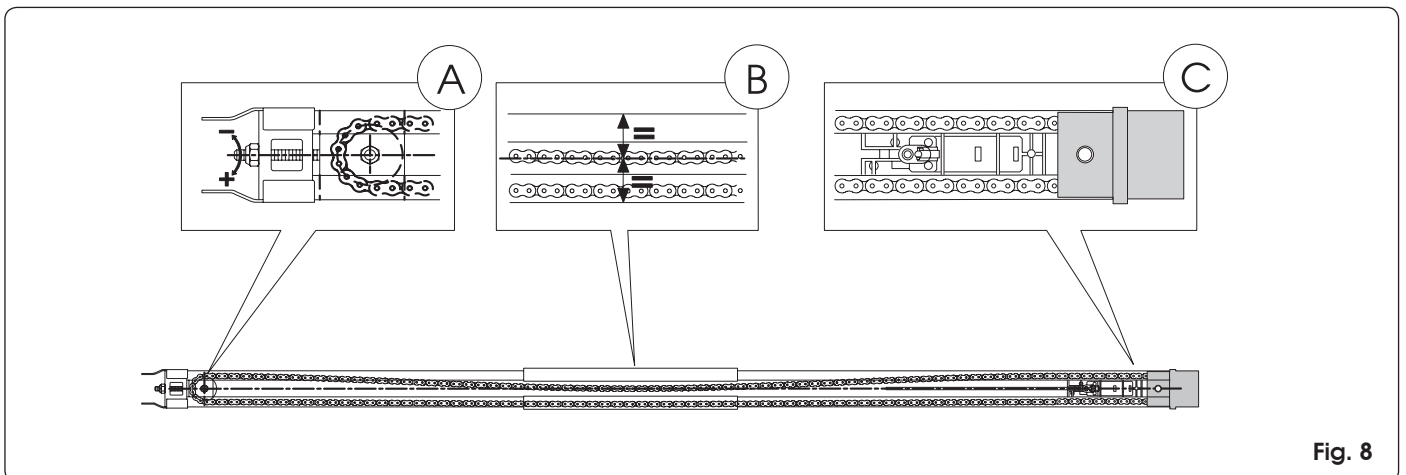

Fig. 8
- 5) Coricare la guida di scorrimento sul fianco (Fig. 8)
- 6) Spingere il carrello in prossimità del gruppo innesto trazione (Fig. 8 rif. C).
- 7) Regolare il tensionatore (fig. 8 rif. A) in modo che la zona centrale dell'ansa, formata dal ramo superiore della catena, coincida all'incirca con la mezzeria della guida di scorrimento (Fig. 8 rif. B).